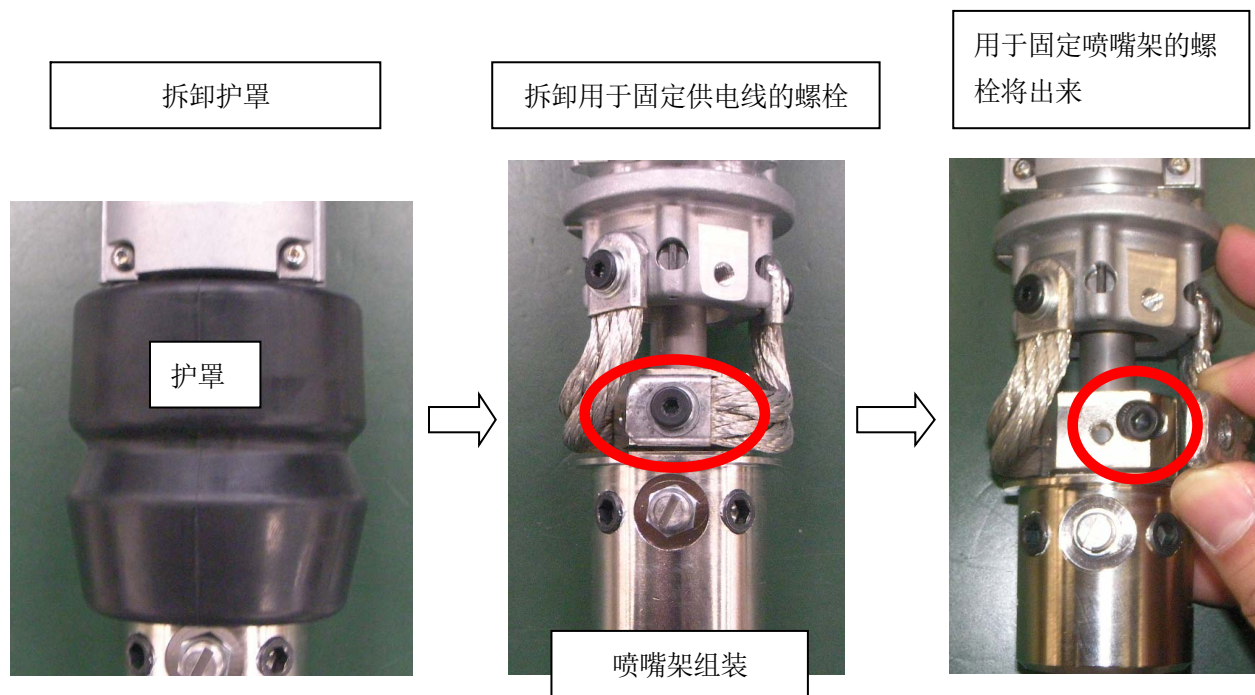

图 2.6 焊炬的左右调节方法
3. 如果焊炬末端在左右方向偏移的话，参阅图2.6，进行如下调节。